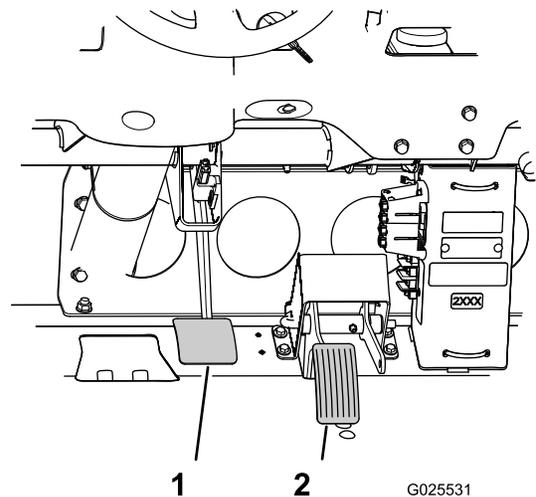

Figure 82
3. Soulevez la pédale de frein (Figure 82) jusqu'à ce qu'elle touche le cadre.